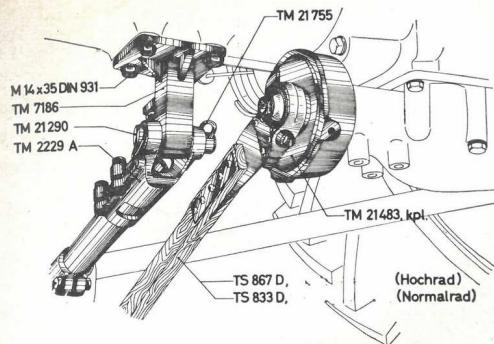

Fig. 5
4. Réunir la tête de palier TM 2229 A au support de fixation avant TM 7186 par l'axe TM 21 290 que l'on assurera au moyen de la goupille fendue TM 21 755 (Fig. 5).
7. Fixer la **bielle de commande** TS 867 D (pneus 11-36 ou 13-30, grande roue) ou TS 833 D (pneus 11-28 ou 9-36, roue normale) au plateau-manivelle TM 21 483, en serrant à fond la vis dont la tête se trouve vers le bas (Fig. 5).